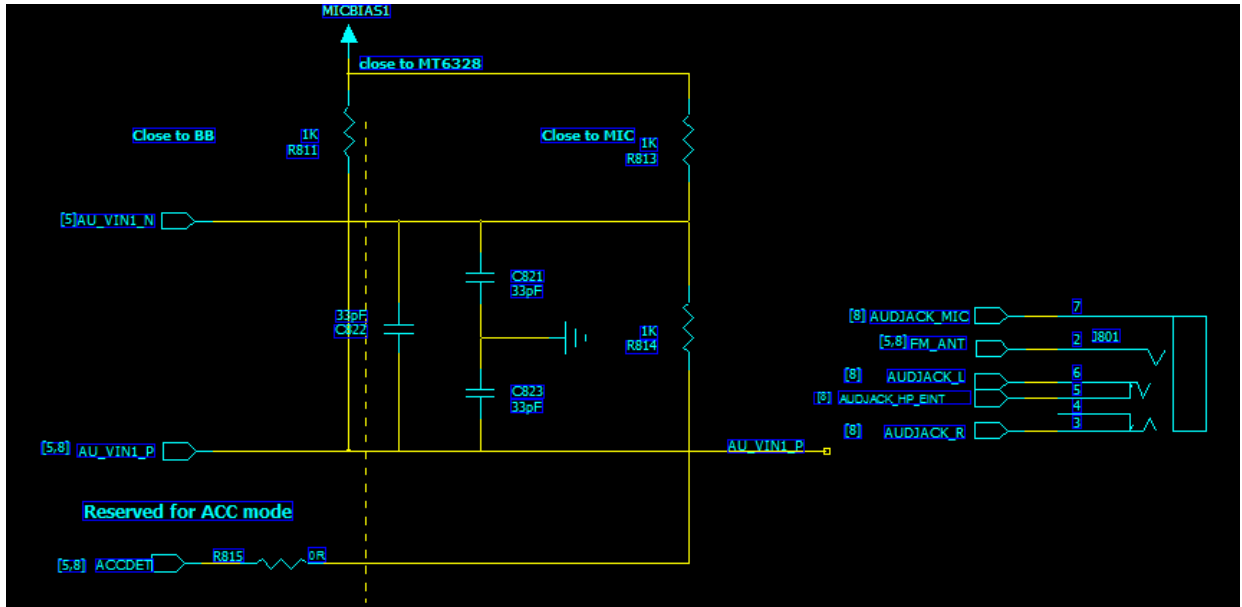

图 3-5
■ MIC1 通路主要用于耳机 MIC 输入, 采用的是单端输入方式, AU\_HPL/ AU\_HPL 通道主要用于耳机左右声道输出, 其组成的典型耳机电路如图 3-5 所示